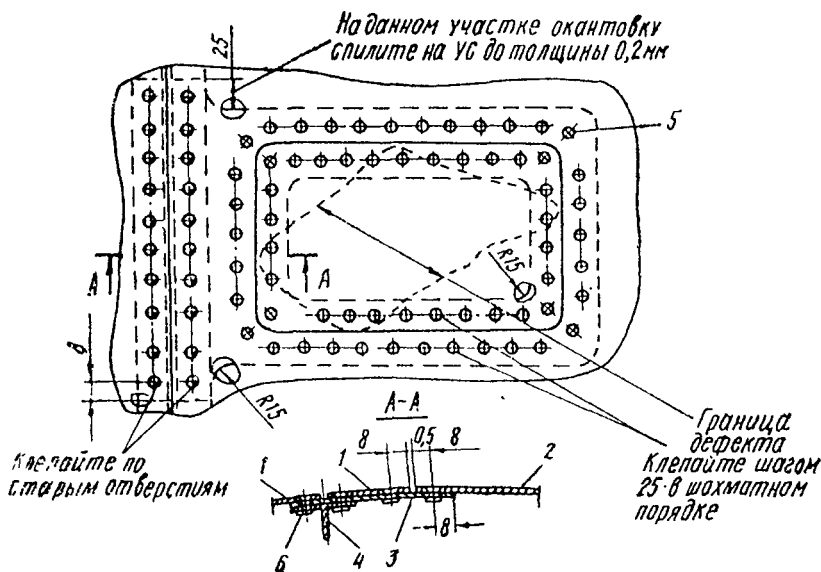

Рис. 4.25. Ремонт обшивки при расположении дефекта вблизи стыкового профиля:
8. Обшивку воздухозаборника с трещинами и пробоями, расположенными вблизи стыковых профилей, ремонтируйте согласно рис. 4.25 и 4.26.